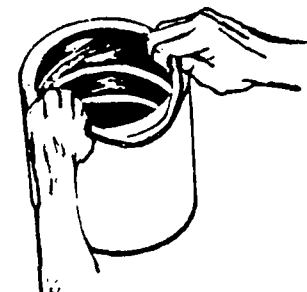

FIG. 3
2.º Passo – Monte os anéis de borracha nos canais (fig. 3).